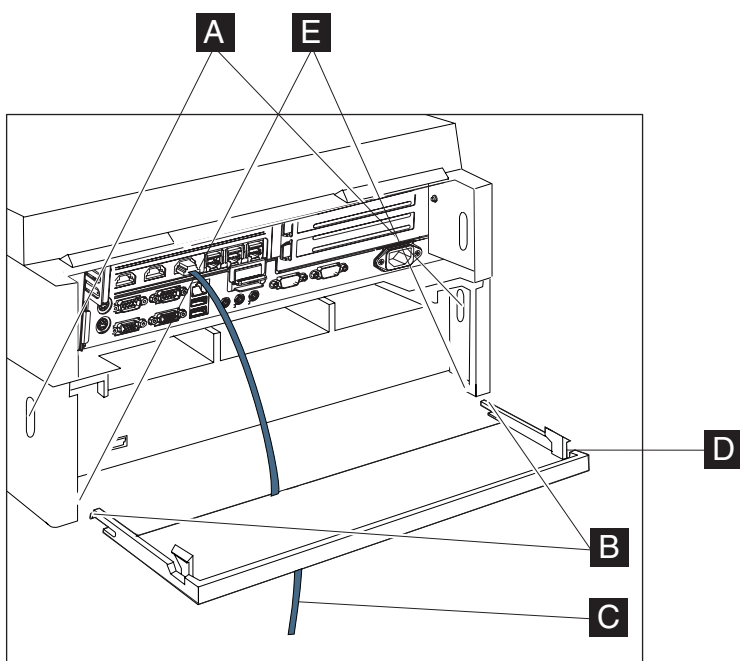

图 46. 安装现金抽屉电缆
3. 按下现金抽屉后盖两侧的按钮（图 46 中的 **A**）以打开后盖，然后卸下后盖 **D**。